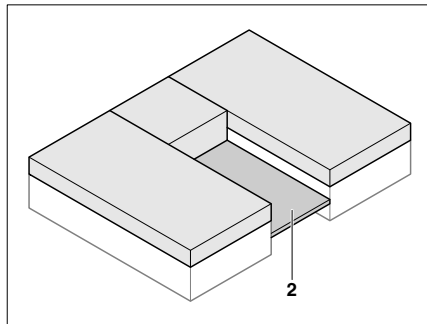

Bild 78 Lattenrost herausziehen
- Lattenrost (Bild 78,2) zwischen den Einzelbetten herausziehen.